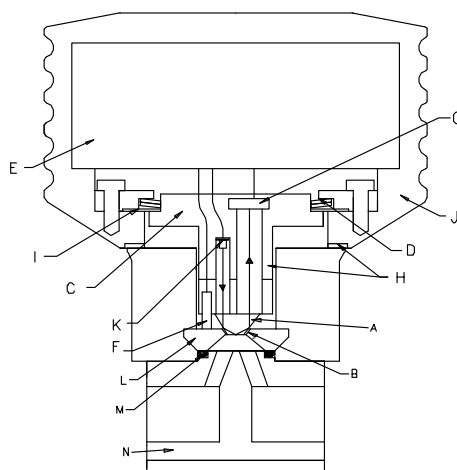

Figure 9.27 Capteur PR-23-M/MS
La Figure 9.27 présente la structure du capteur. La cuve de circulation (N) et la plaque de saphir (L) sont fixées au capteur en acier inoxydable à l'aide de quatre vis. L'étanchéité de la cuve de circulation (N) est assurée par un joint torique Kalrez (M). La chambre de fuite circulaire située derrière le joint torique (M) empêche toute fuite de la cuve de circulation vers les pièces métalliques. La chambre est raccordée à un port de vérification doté d'un raccord fileté femelle de 1/8".